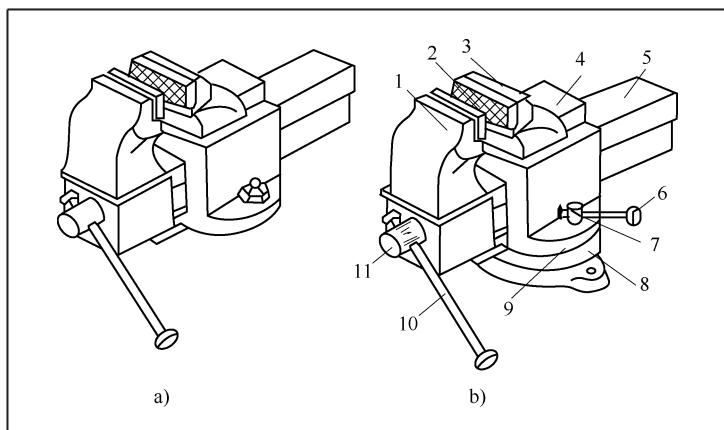

图 3-7 台虎钳
(6) 台虎钳 台虎钳是维修作业中夹持工件的夹具，分固定式和回转式两种。台虎钳的规格用钳口的宽度表示，常用尺寸为 100~150mm，如图 3-7 所示。